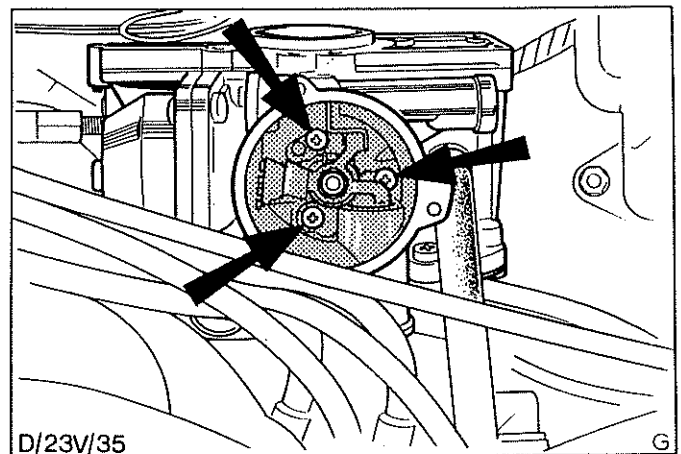

Abb.70 Befestigungsschrauben-Startautomatik
6. Weitere drei Schrauben entfernen und Startautomatik abbauen, Abb.70.